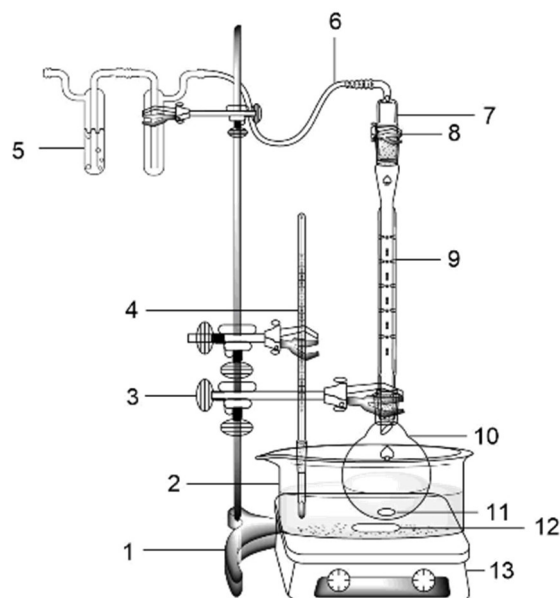

图1 反应装置示意图
5. 如图1所示，将分馏柱(Vigreux column)连接到烧瓶上。在分馏柱上端，连接带有塑料软管接头，该接头通过塑料软管连接到尾气吸收瓶(瓶中装有NaOH的EtOH/H2O溶液)。用黄色塑料夹固定连接部分。